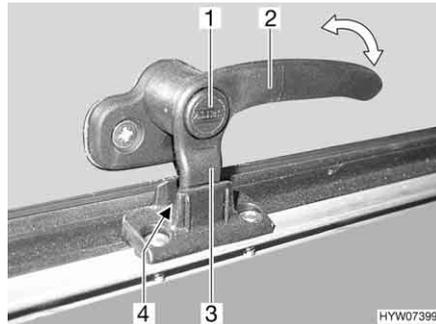
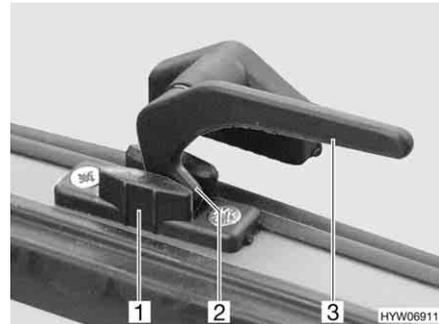

Bild 76 Verriegelungshebel mit Sicherungsknopf in Stellung "Dauerbelüftung"
Bild 77 Verriegelungshebel in Stellung "Dauerbelüftung"
- in Stellung "Dauerbelüftung" (Bild 76 und Bild 77)
- Wenn vorhanden, Sicherungsknopf (Bild 76,1) drücken und gedrückt halten.
- Alle Verriegelungshebel (Bild 76,2 oder Bild 77,3) eine viertel Umdrehung zur Haubenmitte hin drehen.
- Alle Verriegelungshebel wieder zurückdrehen. Die Verriegelungsnase (Bild 76,3 oder Bild 77,2) dabei in die Aussparung der Haubenverriegelung (Bild 76,4 oder Bild 77,1) einfahren.